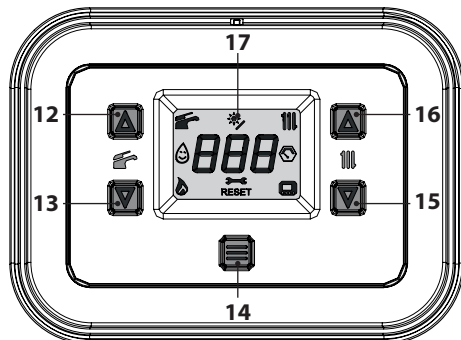
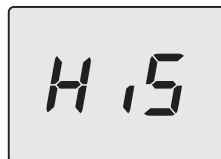
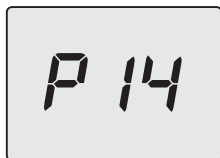
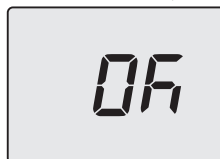

Рисунок 5.33
Рисунок 5.34
Рисунок 5.37
Рисунок 5.39
- Войдите в «режим программирования», нажав одновременно и удерживая в течение 5 секунд кнопки 13 и 15 (Рисунок 5.33), до появления на ЖК-дисплее надписи **HiS**, указывающей меню «Хронология котла» (Рисунок 5.34).
- Нажмите на 1 сек. кнопку 14 (Рисунок 5.33) для входа в выбранный параметр. На дисплее отображается следующее изображение (Рисунок 5.37).
- Нажав кнопку 14 (Рисунок 5.33), можно подтвердить введенное значение. На дисплее в течение 5 сек. отображается следующее изображение (Рисунок 5.39), после чего происходит переход на верхний уровень.
- При одновременном нажатии кнопок 13 и 15 (Рисунок 5.33) происходит выход без изменения значения (возврат к предыдущему уровню).
- удерживать кнопки 13 и 15 в течение 5 сек. (Рисунок 5.33) (возврат на предыдущий уровень).
15 (уменьшение) и 16 (увеличение) (Рисунок 5.33).